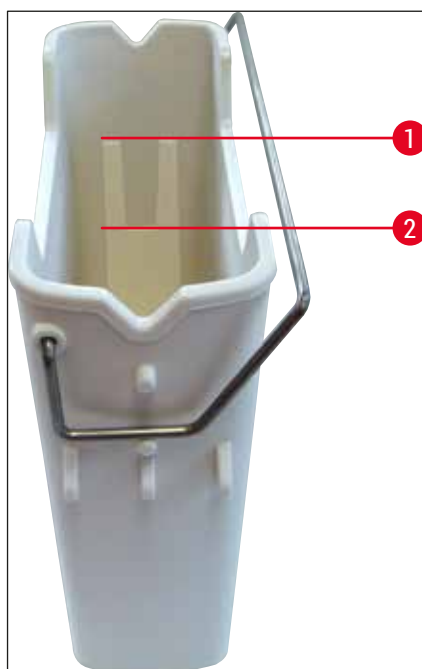

Fig. 67
4. Kontrollér, at påfyldningsniveauet er tilstrækkeligt (→ Fig. 67), og at reagensen er fri for snavs. I tilfælde af kontaminering skal xylenen udskiftes (→ S. 37 – 4.6.3 Forbered reagenskuvetten, fyld den, og sæt den i indføringsskuffen), og reagenskuvetten skal rengøres, før den fyldes igen.